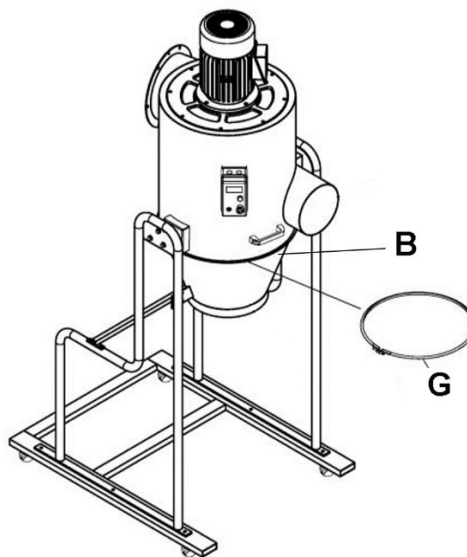

Abbildung 6
- Den Trichter (B) unter dem Hauptgehäuse anbringen. Mit der Trichterklammer (G) sichern. Siehe Abbildung 6. Die Schraube fest an der Trichterklammer anziehen.